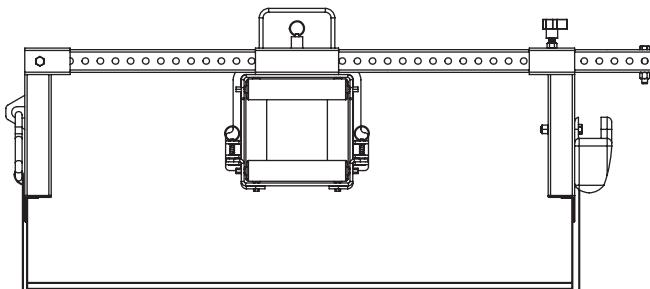

Figure 2
- Attacher le guide-câble au chemin de câbles comme à la Figure 2. Pour fixer le guide-câble au chemin de câbles, libérer la sangle à cliquet, tirer la sangle sous le chemin de câbles, attacher le crochet à l'oreille sur